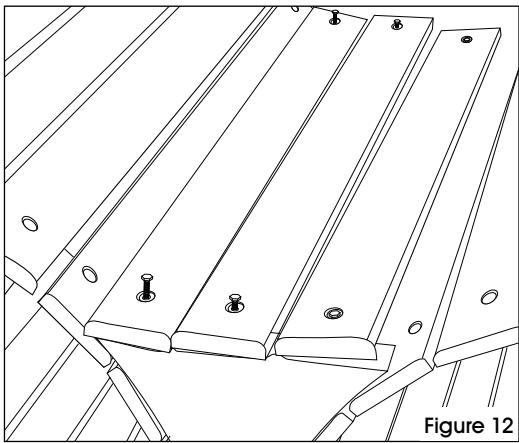

Figure 12
16. Fixez les planchettes au connecteur à l'aide de tirefonds de 2 po et de rondelles plates. (Voir Figure 12)
17. Tournez avec soin les récipients sur le côté opposé. Fixez les planchettes au connecteur à l'aide de tirefonds de 2 po et de rondelles plates. (Voir Figure 12)